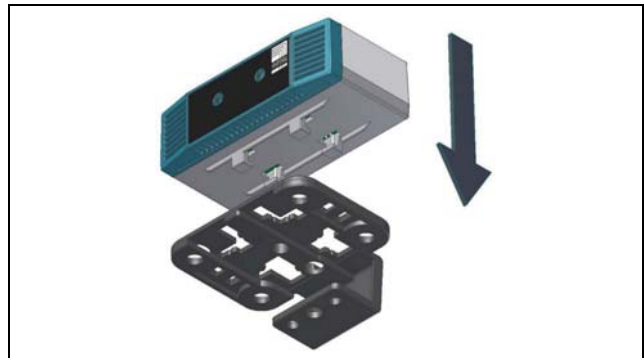
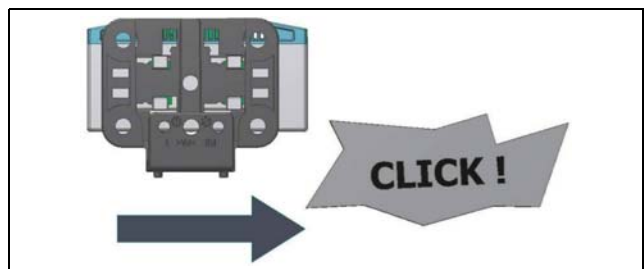

Рис. 2: Установка датчика на держатель
Рис. 3: Фиксация датчика на держателе
- Затем установите датчик вандализма на держателе (рис. 2) и зафиксируйте его (рис. 3).